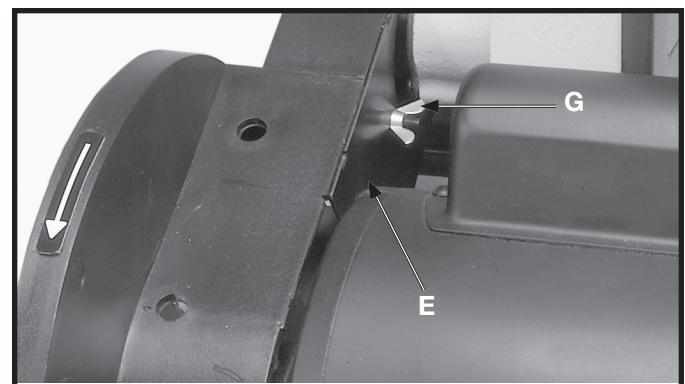
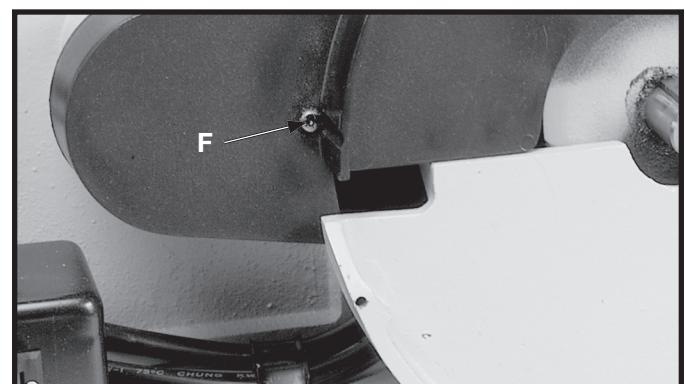

Fig. 6
Fig. 7
- Assembler le dispositif de protection interne (E) fig. 6, au module de protection à l'aide d'une vis à tête cylindrique bombée de M4 x 0,07 x 45 mm (F) fig. 7, et un écrou à oreilles de M4 x 0,07 (G) fig. 6, comme indiqué.